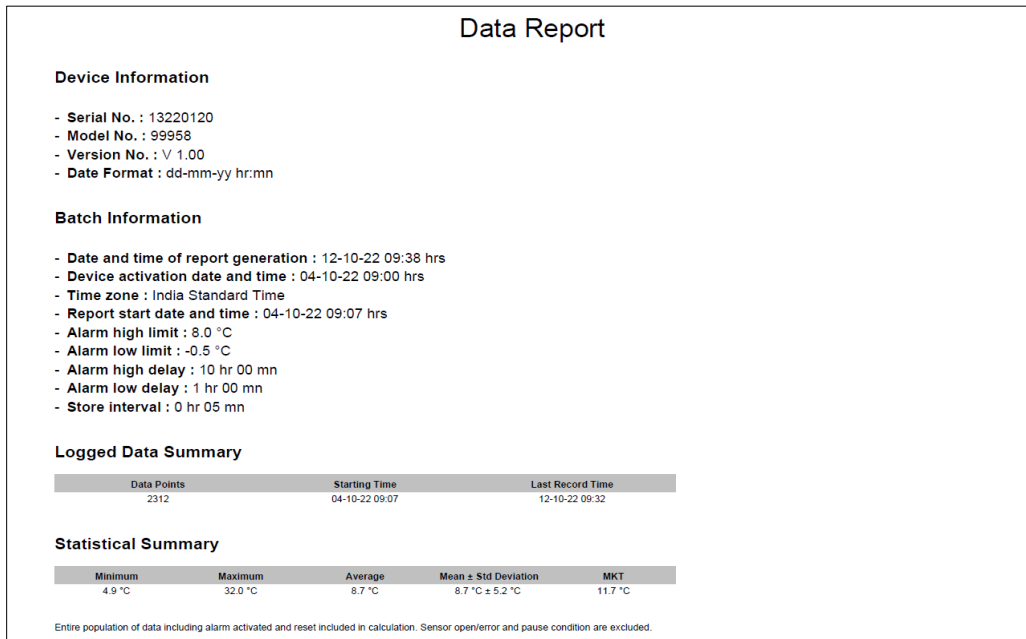
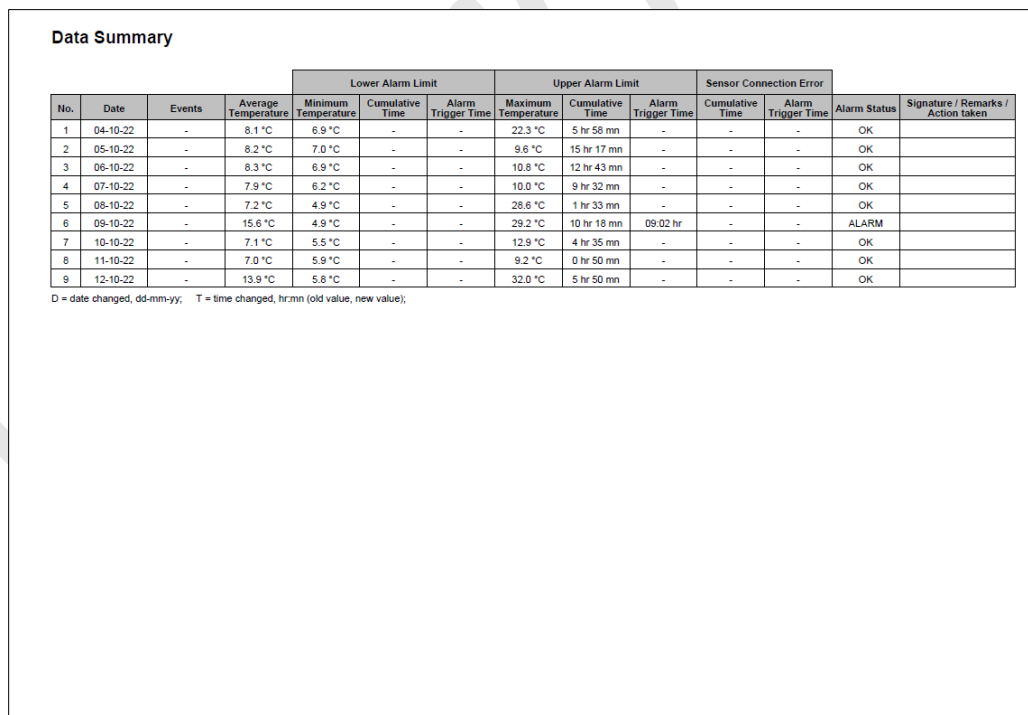
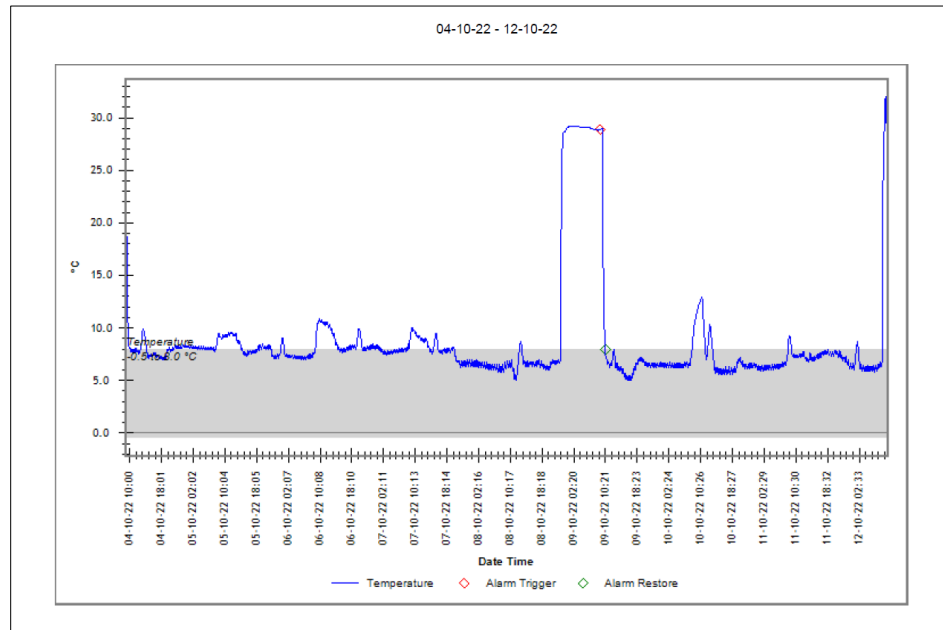

Figure 22 Exemple de rapport PDF partie -1
Figure 23 Exemple de rapport PDF partie -2
Figure 24 Exemple de rapport PDF partie -3
- Un exemple de fichier PDF généré à partir de l'enregistreur de données LMPro FZT Data Logger pour 3 jours de données enregistrées est illustré à la figure 22, à la figure 23 et à la figure 24. Ce rapport comprend les données suivantes :
- La bande grise du graphique indique la zone à l'intérieur des limites d'alarme basse et haute. Les indications relatives au déclencheur d'alarme, à la restauration de l'alarme et à l'erreur de connexion du capteur sont indiquées sur les étiquettes graphiques, comme le montre la figure 24.